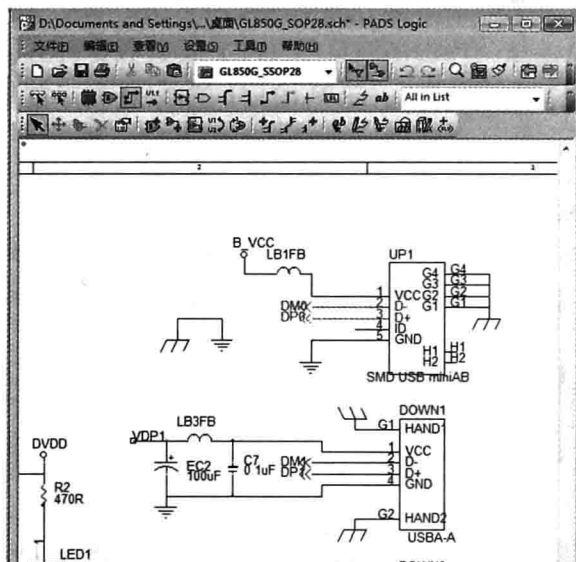

图 11-16 Logic 中选中要创建差分对的网络
(3) 在 Logic 界面,单击鼠标右键,执行菜单命令【选择网络】,选择我们要创建差分对的网络,如图 11-16 所示。